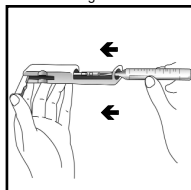

Figure 3
- Lift the control bar and insert the Titret assembly into the Titrettor (fig. 3).